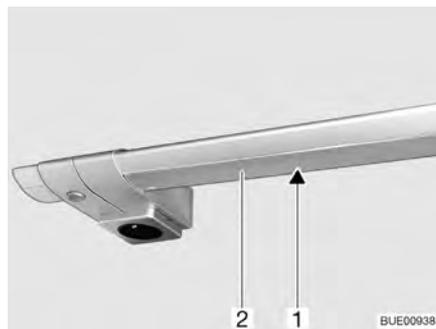

Fig. 212 Eclairage de la cuisine
- Exercer une légère pression sur le couvercle (Fig. 212,2) avec les deux mains et le tirer vers le bas. Commencer toujours à tirer l'extrémité gauche ou l'extrémité droite.
- Retirer l'ampoule halogène (Fig. 212,1).